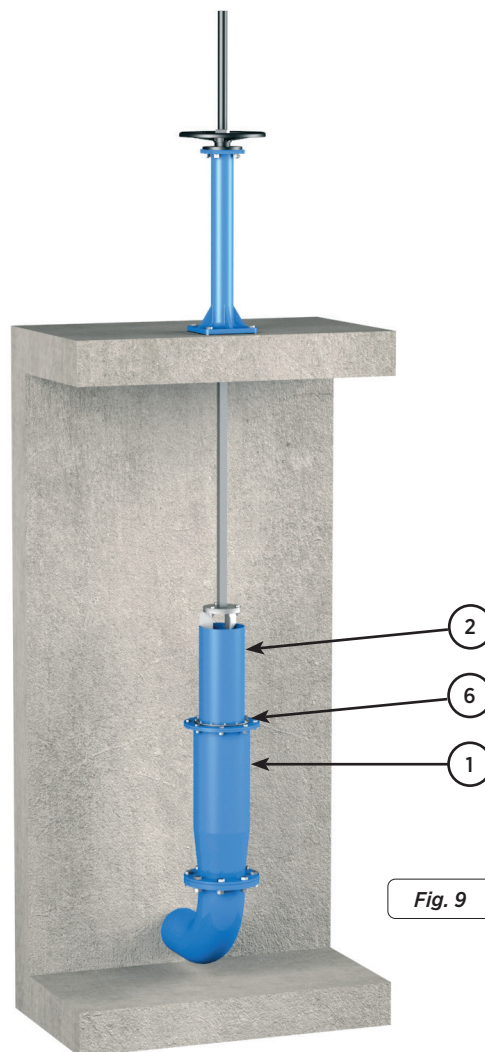

Fig. 9
1. Se recomienda la ausencia total de fluido en el depósito. Por lo menos el fluido tiene que librar unos 20 centímetros por debajo de la brida del cuerpo (1) donde se aloja la junta de estanqueidad (6).
2. Colocar la válvula totalmente abierta, con el obturador (2) abajo del todo (fig. 9).